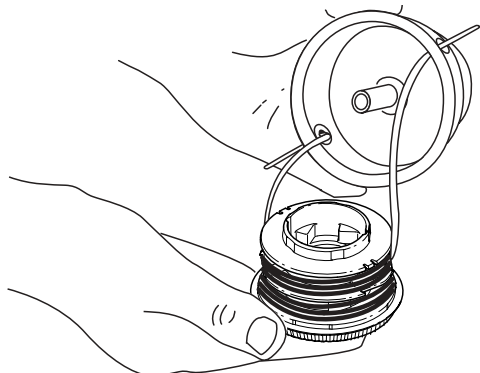

Fig. 43
3. Insérez les extrémités du fil du moulinet intérieur neuf dans les œillets de la bobine extérieure (Fig. 43). Enfoncez le moulinet intérieur neuf, flèche vers le haut, dans la bobine extérieure.